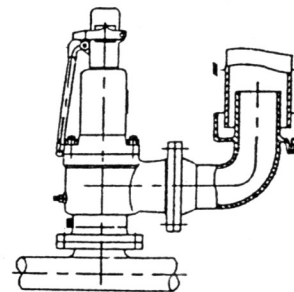

图4
3.3.2 管道应以适当的支撑以防管道应力（安装应力 and 热应力）附加到安全阀上，影响安全阀性能，例图4是其排放管道装设形式的一种。